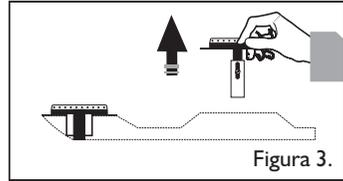

Figura 3.
- Cuando la fuente de calor esté fría, retírela de la mesa (Ver figura 3).